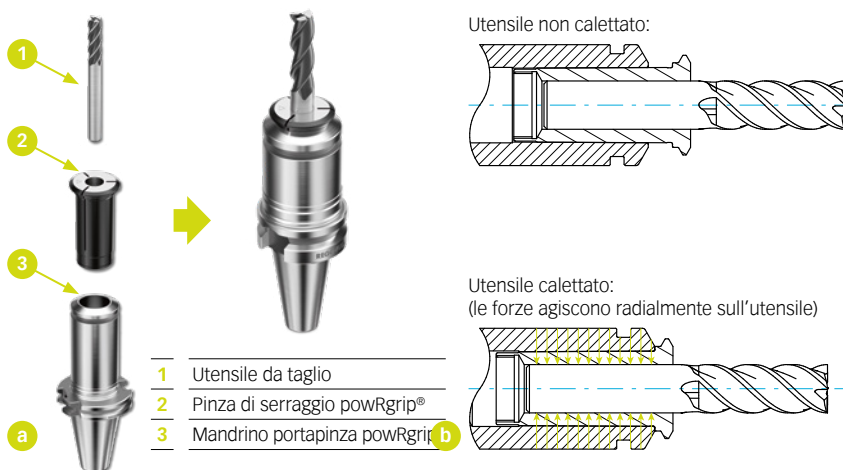

Figura 3.3
► Figura 3.3 (a) [18] mostra i tre componenti del sistema powRgrip®: Mandrino portapinza, pinza di serraggio e utensile da taglio, a sinistra non assemblato e a destra calettato. A integrazione di ciò, mostra ► Figura 3.3 (b) [18] una rappresentazione in sezione della zona di serraggio, in alto assemblato e in basso calettato.